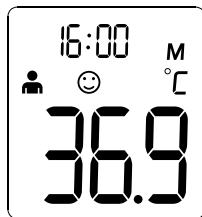

Figura 6
2. Termometrul salvează apoi automat ultimele 10 valori măsurate ale temperaturii. Cu fiecare măsurare sunt salvate și data, ora și modul de funcționare. După fiecare apăsare a *tastei*  [simbol] sunt afișate succesiv ultimele 10 valori, numerotate de la 1 la 10. La numărul 1 este afișată ultima valoare măsurată, numărul 10 afișează valoarea care este salvată de cel mai mult timp (vezi figura 6).